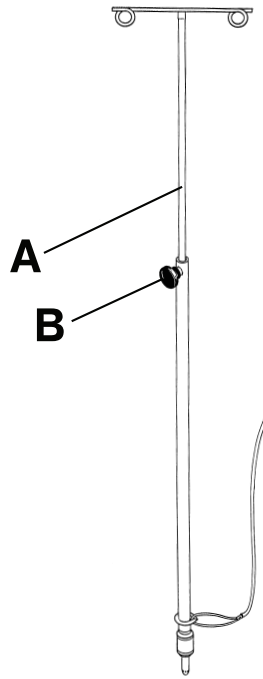

Abbildung 13 – Infusionsständer (mit Halteleine)
2. Um die Stange höher einzustellen, den Knopf (B) gegen den Uhrzeigersinn drehen. Am Teleskopteil (A) nach oben ziehen, bis die gewünschte Höhe erreicht ist (Abbildung 13).
3. Den Knopf (B) im Uhrzeigersinn drehen, um den Teleskopteil einzurasten.